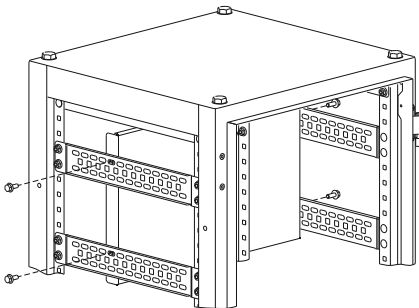

Рисунок 16
12.2 Установите панель монтажную между двумя предварительно смонтированными рейками боковыми и закрепите болтами М6х16 (рисунок 16). Момент затяжки 5 Н·м.